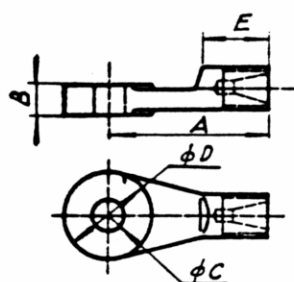

FIGURA:1
- Terminal concéntrico c/ojal recto (fig.1)